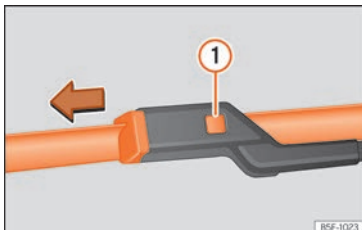

Abb. 39 Scheibenwischerblätter vorne auswechseln.
- Entriegelungstaste »» » **Abb. 39** ① gedrückt halten und gleichzeitig das Scheibenwischerblatt in Pfeilrichtung abziehen.